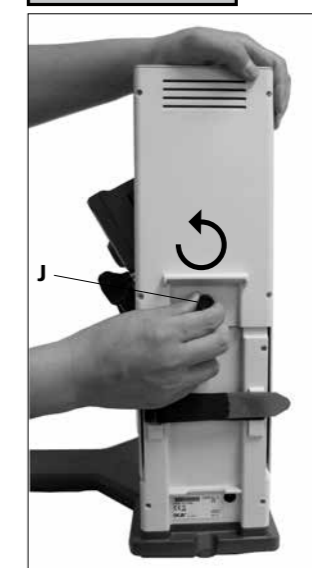

Fig. 8
2.) A szállítási rögzítő eltávolítása. (Fig. 8)